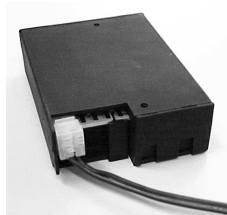

fig. 8
- Koble ledningene til konnektorene på gassregulatoren. Pluggene har ulike mål og korresponderer med konnektorene på gassregulatoren (fig. 8).